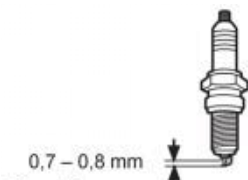

Fig. 79
6. Verifique la distancia de la bujía. Debe ser de 0,7 a 0,8 mm (Fig. 79).